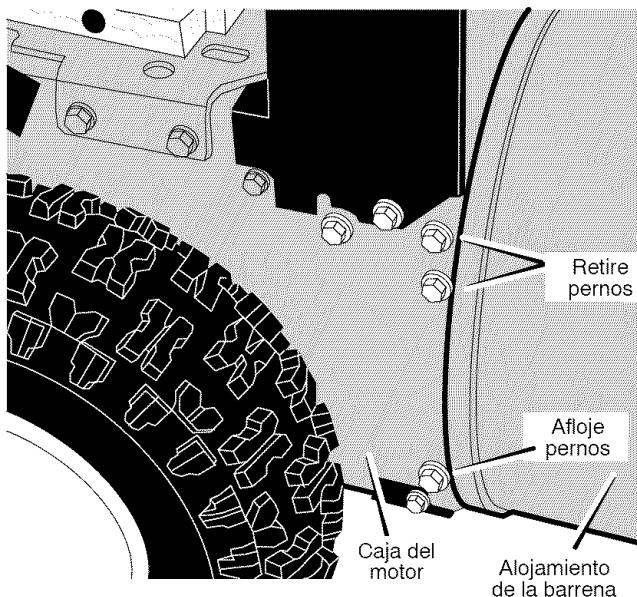

Figura 73
8. Retire los cuatro **pernos** superiores que unen el **alojamiento de la barrena** y la **caja del motor**. Afloje los dos **pernos** inferiores. Ahora el **alojamiento de la barrena** y la **caja del motor** pueden separarse para retirar la correa (Figura 73).